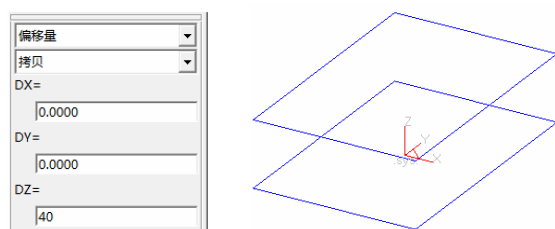

图 6-36 平移矩形
3) 选择下拉菜单“造型”→“几何变换”→“平移”命令, 或者单击“几何变换”工具栏上的“平移”按钮, 选择“偏移量”平移方式, 设置 DZ=40, 选择上一步所创建的矩形, 单击鼠标右键完成操作, 如图 6-36 所示。